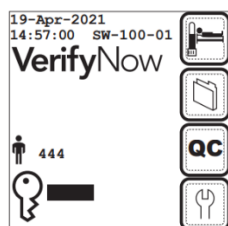

Рисунок 31: Главное меню
2. Введите идентификатор оператора и пароль, если это необходимо. С помощью сканера штрих-кода или клавиатуры введите идентификатор оператора в ответ на запрос **идентификатора оператора** (). Нажмите клавишу **ТАВ** (Tab), чтобы перейти к запросу «Пароль» () для ввода пароля. Нажмите кнопку  (**Далее**), чтобы перейти в **главное меню** (рис. 31 (стр. 34)). Перед использованием прибору следует дать прогреться в течение как минимум 15 минут.